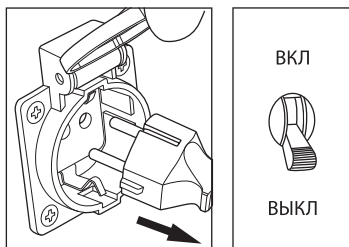

рис. 14
2. Отключите потребители электроэнергии от розеток, расположенных на панели генератора (рис. 14).